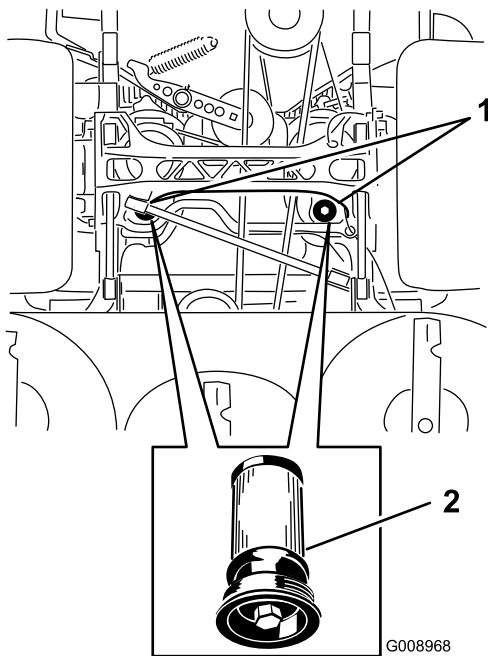

Figure 102
5. Placez un bac de vidange sous le filtre, retirez le filtre usagé et essuyez la surface (Figure 102).
6. Appliquez une fine couche de liquide hydraulique sur le joint en caoutchouc du filtre de rechange (Figure 102).